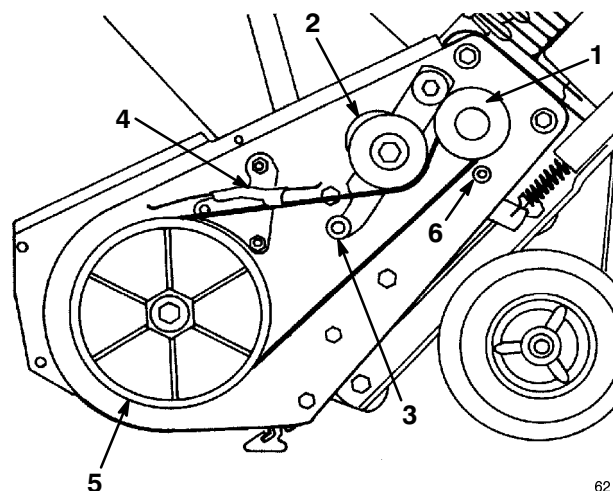

Bild 27
7. Ziehen Sie an der Spannscheibe und entfernen den Treibriemen von der Rotorscheibe, der Bremsarmgruppe und der Motorscheibe (Bild 27).
8. Verlegen Sie den neuen Treibriemen um die Motorriemenscheibe, unter der Spannscheibe, über der Rolle, durch die Bremsgruppe und um die Rotorscheibe (Bild 27).
WICHTIG: Der Riemen muss sich an der Oberseite der Rolle befinden, siehe Bild 27.